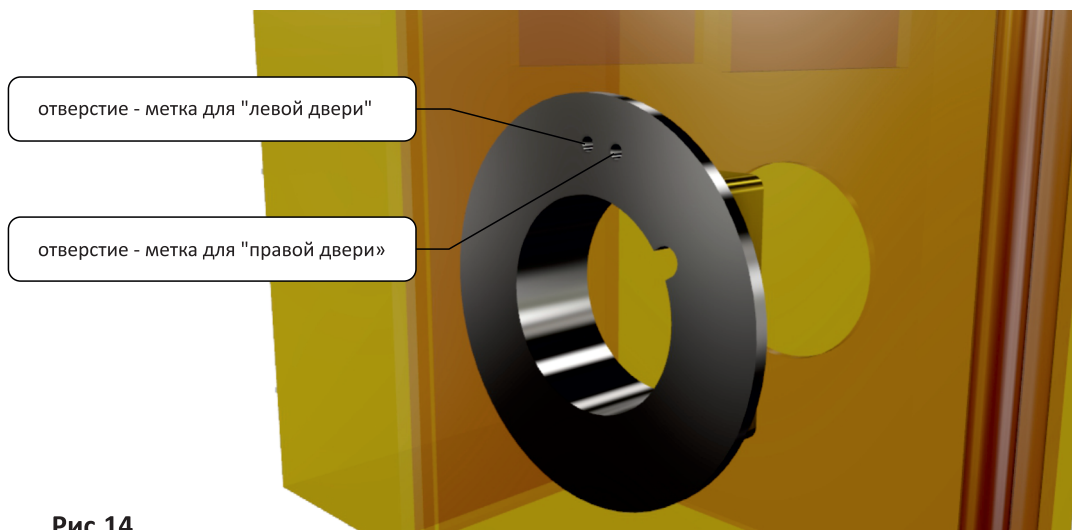

Рис.14
- поворачиваем внутреннюю втулку_1 в по часовой стрелке до совмещения отверстия на внутренней втулке_1 с отверстием-меткой для "левой двери" на внутренней накладке на дверь (рис.14 и 15)